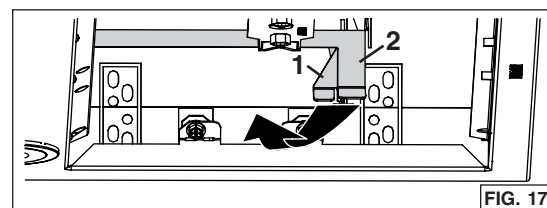

FIG. 17
NOTA: En el caso de que, por cualquier motivo, se debe retirar el aparato del gabinete, es posible desbloquear los ganchos Ease of Install. Para hacerlo: mantener la campana y empujar en uno de los lados, levantar simultáneamente ambas palancas de los ganchos Ease of Install (❶ y ❷, en gris en la FIG. 17) del otro lado de la campana hasta que los ganchos estén retraídos.